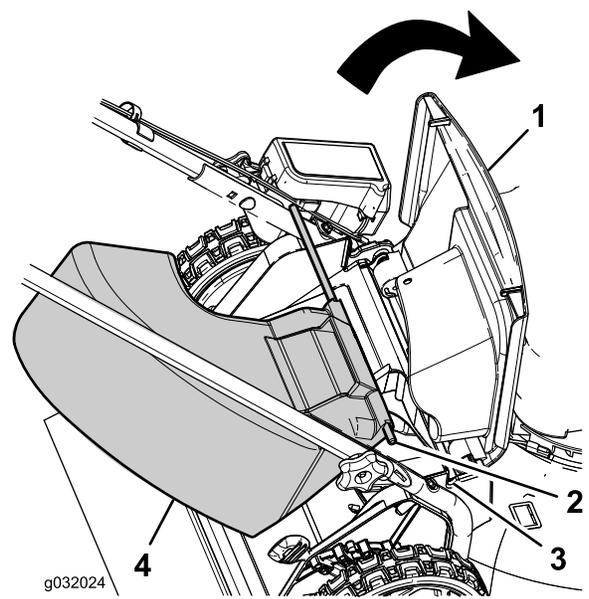

Figura 21
- Levante el deflector trasero (Figura 21).
- Introduzca los extremos de la varilla del conducto de descarga lateral en las muescas de los soportes del manillar (Figura 21).